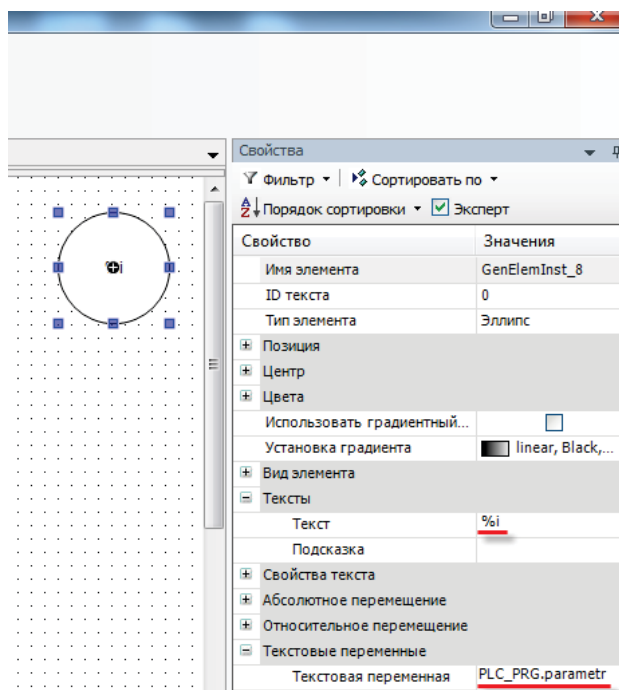

Рис. 8.9. Привязка переменной к элементу
1. привяжем к элементу визуализации переменную и настроим формат ее вывода (см. рис. 8.9.);